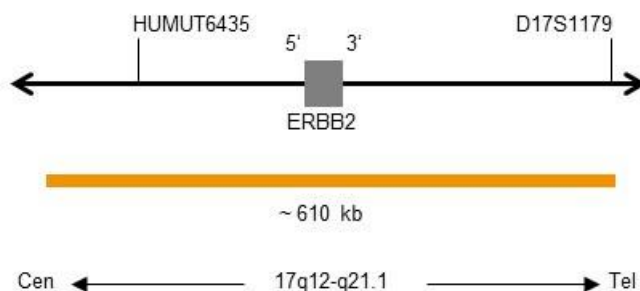

Fig. 1 : Carte de la sonde SPEC ERBB2 (pas à l'échelle)
- Polynucléotides marqués au ZyOrange (excitation 547 nm/émission 572 nm) (~4,5 ng/ μ l), qui ciblent une séquence de 17q12-q21.1* (chr17:37,572,531-38,181,308) hébergeant la région du gène ERBB2 (voir figure 1).